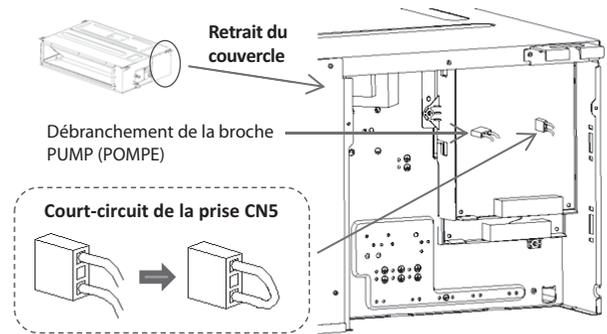

Figure 18 – Débranchement de la broche PUMP (POMPE)
- Ouvrez le couvercle du boîtier E-Parts, débranchez la broche PUMP (POMPE) pour désactiver la pompe, puis court-circuitez la prise CN5 pour désactiver le capteur de niveau d'eau (voir les figures 18 et 25).